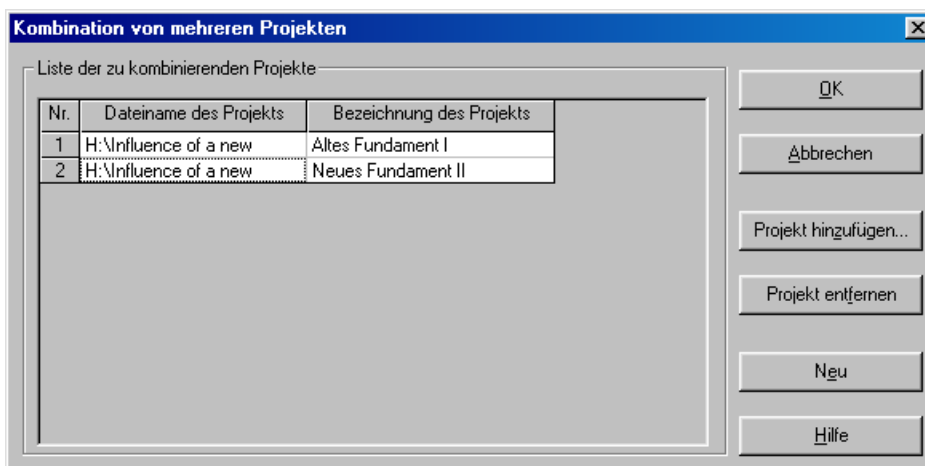

Bild 9-44 Listenfeld "Kombination von mehreren Projekten"
- Wählen Sie "Kombination von mehreren Projekten" aus dem "Datei"-Menü. Das folgende Listenfeld im Bild 9-44 erscheint. *ELPLA-Schnitte* berücksichtigt automatisch das Projekt "Altes Bauwerk I" in der Liste der zu kombinierenden Projekte